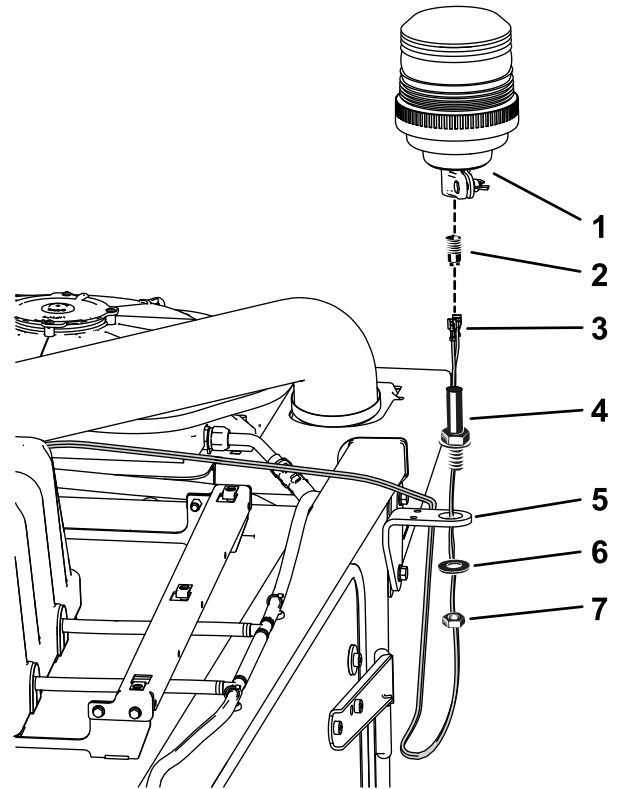

Figura 6
- Instale el soporte de la baliza en la cabina (Figura 6).
Nota: El conector de la baliza puede desenroscarse de la base de la baliza para efectuar la conexión (Figura 6).
- Conector plano de la baliza (2)
- Monte la baliza en el soporte como se muestra en la Figura 6.